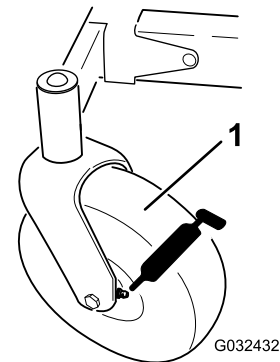
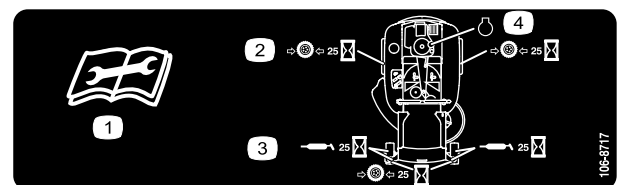

Figure 27
Figure 28
3. Nettoyez les graisseurs (Figure 27 et Figure 28) à l'aide d'un chiffon.
4. Raccordez une pompe à graisse à chaque graisseur (Figure 27 et Figure 28).